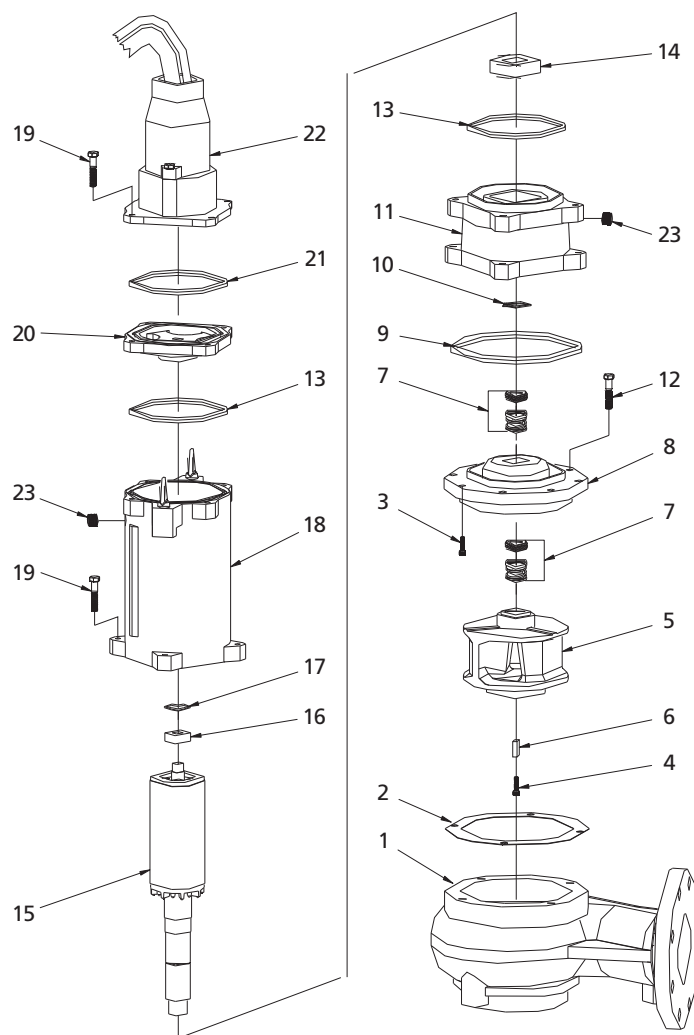

Figure 7- Illustration de parties de réparation - Modèles: 12U565 à 12U576
NOTE: Reportez-vous à la Figure 7 à la page 14 ou Figure 8 à la page 18 pour identifier les nombreux de reference pendant les procédures de démontage et de montage.
2. Laisser cet unite vers le bas sur le côté. Si le joint inférieur (Réf.No.7) doit être supprimé, il est recommandé que l'huile dans la chambre étanche soit drainée. Cela peut être fait en retirant le plug (Réf.No.23 sur figure 7, Réf. No. 21 sur figure 8) qui est sur le couvercle (Réf.No.11) et drainant l'huile dans un récipient contenant.
2. Connecter d'abord le câble de mise à la masse avec la tige à la terre, qui est fournie sur le couvercle de fin (Réf. No.20 sur figure 7, Réf. No.18 sur figure 8), identifiée comme GED. Connection à la terre doit être faite à ce terminal. Ne pas connecter le moteur à l'alimentation électrique jusqu'à ce qu'il est en permanence à la terre ; autrement que le risque de choc électrique grave ou mortel peut être causé.